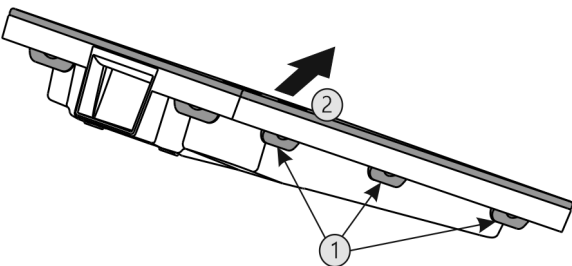

Fig. 48
- ▶ Всі накладки Fig. 48 (1) натиснути послідовно і вийняти кришку Fig. 48 (2).